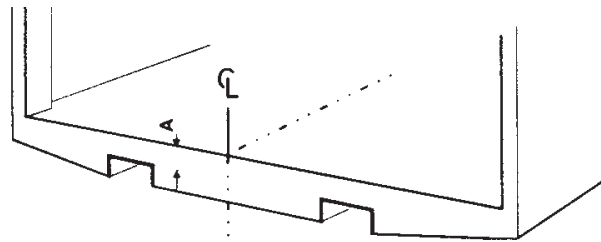

Bild 24. Mät ut och markera mittpunkten på fordonets bakbalk
1. Mät ut och markera mittpunkten på fordonets bakbalk. Se Bild 24.